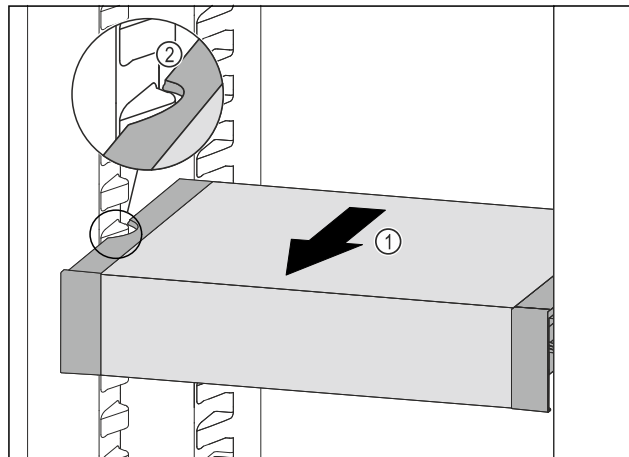

Fig. 65
- ▶ VarioSafe nach vorne ziehen Fig. 65 (1), bis sich die seitlichen Aussparungen des VarioSafes auf Höhe der Behälterrippe im Kühlteil befinden. Fig. 65 (2)